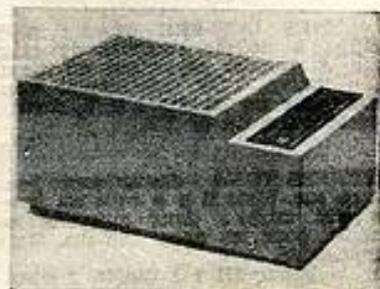

Fig. 9
**DYNATRA** : aux variations de tension des réseaux, dangereuses pour les récepteurs, cette firme répond par des solutions à tous les problèmes de tensions du secteur : régulateurs automatiques, auto-transformateurs de 1 à 50 ampères et survolteurs-dévolteurs de 1 à 50 ampères (fig. 9).